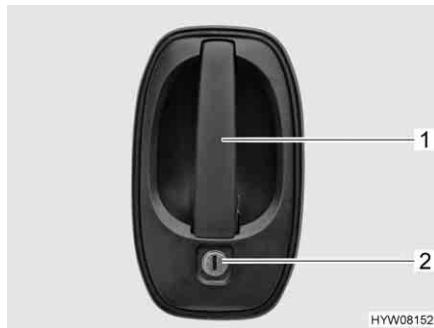

Fig. 38 Serratura della porta conducente, lato esterno
Apertura: ■ Inserire la chiave nel cilindro della serratura (Fig. 38,2) e ruotare fino a quando la serratura della porta si sblocca.
■ Tirare la maniglia della porta (Fig. 38,1). La porta è aperta.
Bloccaggio: ■ Inserire la chiave nel cilindro della serratura (Fig. 38,2) e ruotare fino a quando la serratura della porta si blocca.